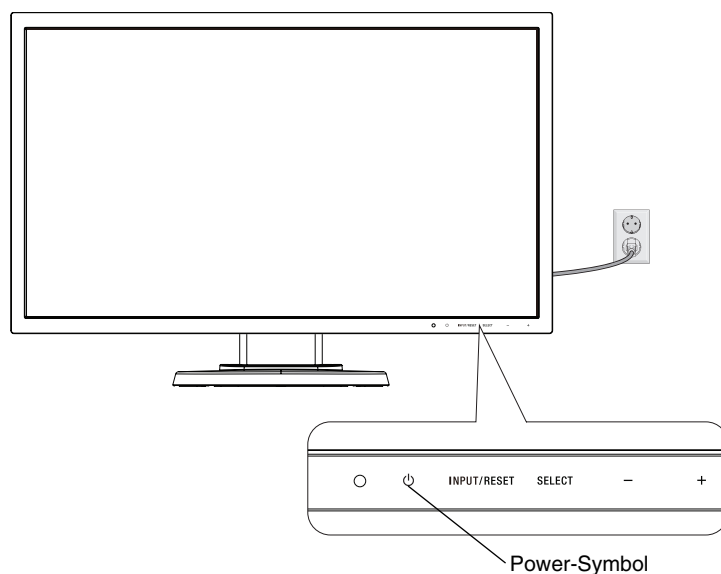

Abbildung E.1
- Schalten Sie den Computer ein. Schalten Sie anschließend den Monitor mit dem Netzstromsymbol auf der Frontblende (**Abbildung E.1**) ein.